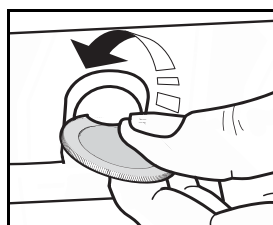

Fig. 4
1. Retire os parafusos e respetivos pratos à direita e à esquerda, com a ajuda de uma moeda ou ferramenta (Fig. 4).